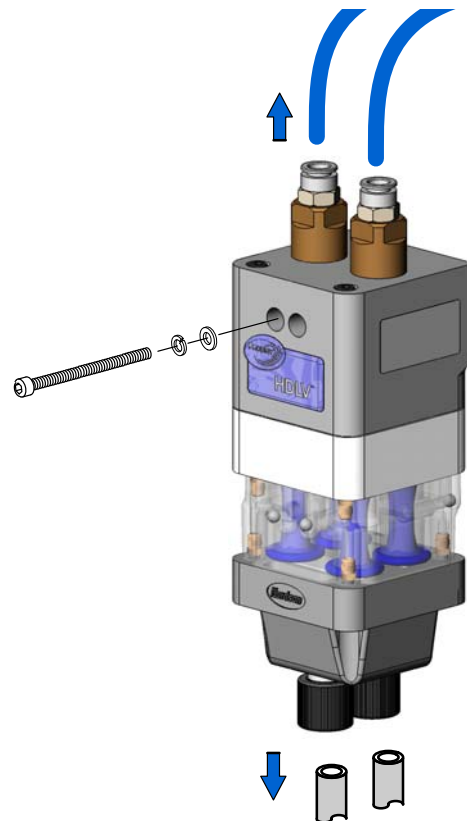

Abbildung 9 Zerlegen vorbereiten
1. Siehe Abbildung 9. Die Spülluftleitungen oben von der Pumpe abnehmen.